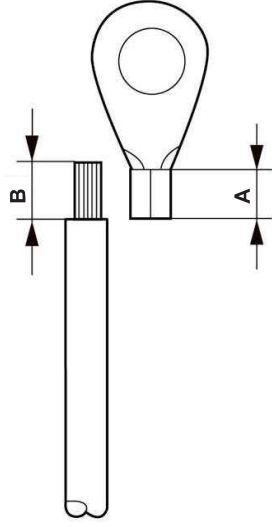

Figura 3.17 Comprimento adequado
- 3) Descarne o isolamento do cabo de aterramento em um comprimento adequado (consulte a Figura 3.17).